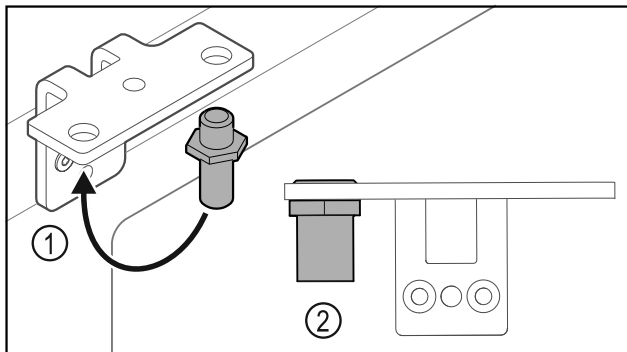

Fig. 27
- ▶ Sett om bolten Fig. 27 (1) i hengselvinkelen.
- ▶ Trekk til bolten Fig. 27 (2) med **et tiltrekingsmoment på 12 Nm**.